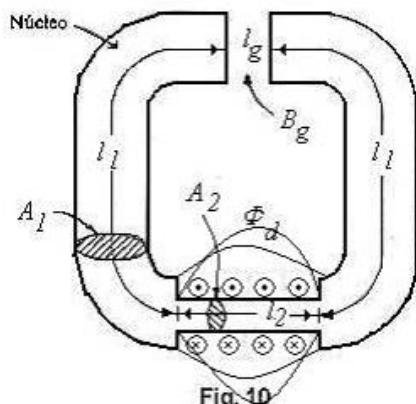

Fig. 10
10.-Un circuito magnético compuesto en el que varía la sección transversal se muestra en la Fig.10; la porción de hierro tiene las características B-H de la Fig. 11. Datos  $N = 100$  vueltas;  $l_1 = 4l_2 = 40$  cm;  $A_1 = 2 A_2 = 10 \text{ cm}^2$ ;  $l_g = 2 \text{ mm}$ ; flujo de dispersión  $\phi_1 = 0,01 \text{ mWb}$ . Calcúlese la corriente  $I$  necesaria para establecer una densidad de flujo en el entrehierro de 0,6 T.